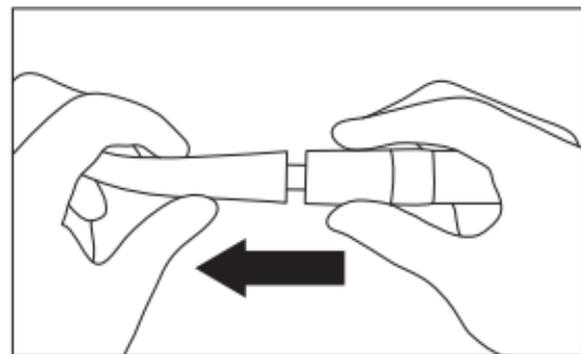

Fig. 8
- 4) Retirer la pièce à main du moteur (Fig. 8).